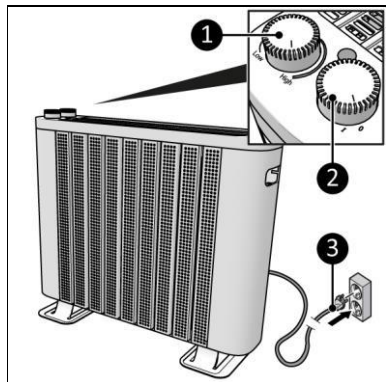

Abbildung 5
4. Stellen Sie sicher, dass sich der EIN/Aus-Knopf in der Position AUS befindet (Abbildung 5, Pos. 2).
5. Stecken Sie den Netzstecker (Abbildung 5, Pos. 3) in eine leicht zugängliche geerdete Steckdose. Verwenden Sie eine geerdete Steckdose mit einer Mindestleistung von 1000 Watt.
1. Stellen Sie sicher, dass sich der EIN/Aus-Knopf in der Position AUS befindet (Abbildung 5, Pos. 2).